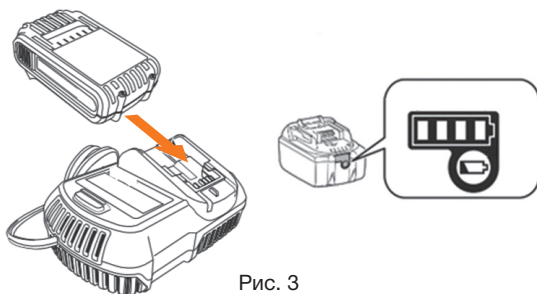

Рис. 3
- **DAA 3021** подключите аккумулятор к зарядному устройству (Рис. 3)